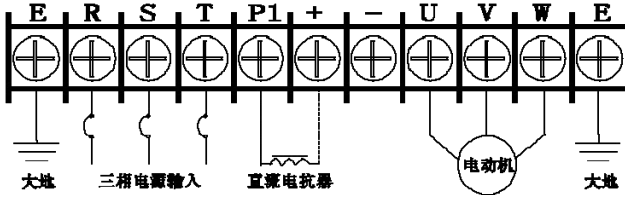

图 4-2c
c) 45KW-110KW 变频器主回路端子台配线图 (如图 4-2c)